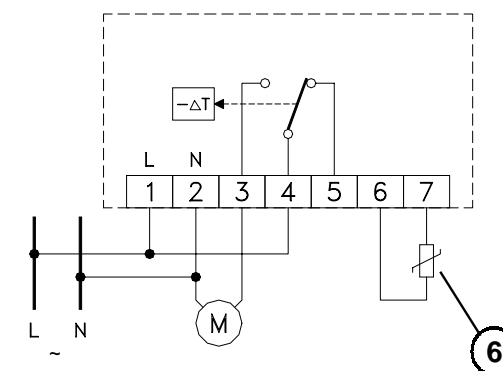
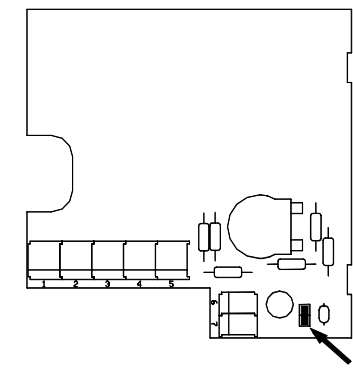

Fig. 4
Fig. 5
1. Rimuovere la calotta plastica spostando verso l'interno, con l'aiuto di un utensile, i due dentini plastici (2) posti sul fianco destro.
3. Eseguire i collegamenti elettrici seguendo lo schema di Fig. 4.
Per collegare al TAE S13 -C, in alternativa alla sonda interna una sonda a distanza (6), estrarre il ponticello sulla scheda del termostato, posto in basso a destra sotto la manopola di regolazione (Fig. 5), quindi collegare ai morsetti 6 e 7 la sonda remota come da schema (Fig. 4).
1. Remove plastic cover by moving to the inner side, through the use of a tool, the two plastic teeth (2) located on the right side of the thermostat.
3. Make electrical wirings according to the diagram of Fig. 4.
In order to connect to TAE S13 -C a remote sensor (6) alternative to the internal one, follow diagram in Fig. 5 and remove the jumper on the thermostat board, which is located in the bottom right side of the thermostat, underneath the set-point knob.
1. Retirer la calotte de plastique en appuyant vers l'intérieur sur les deux petites dents de plastique (2) situées sur les côtés.
3. Suivre les instructions pour les branchements électriques selon le schéma de la Fig. 4.